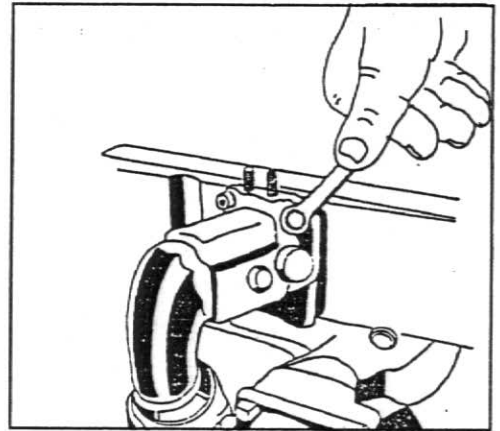

Fig.3
9. Remova o tubo de entrada do ar para o coletor de admissão, fig.3.